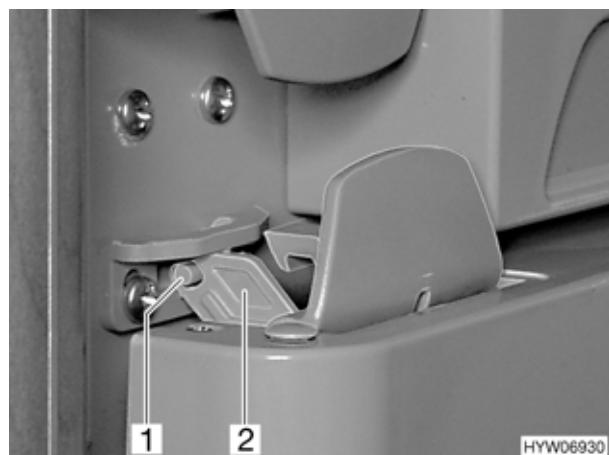

Fig. 162 Porta del frigorifero in posizione di aerazione (variante 2)
- Aprire il bloccaggio (Fig. 162,2) e innestarla nel perno (Fig. 162,1). In questo modo la porta rimane ferma in posizione socchiusa.